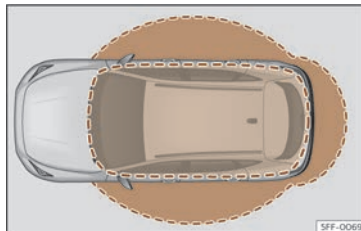

Fig. 76 Keyless Access: zonele de proximitate.
- Autovehiculul este descuiat la detectarea cheii cu telecomandă în apropiere >>> **fig. 76**. Toate semnalizatoarele clipeșc de două ori.